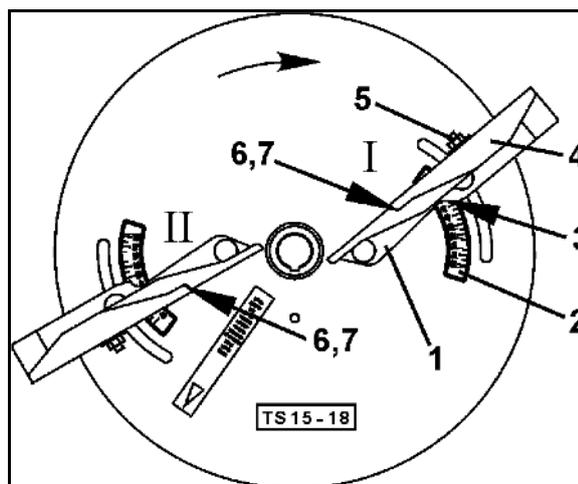

図 80
の設定は、テレスコープ型偏向板 (図 80/1) により、散布する肥料の種類と、圃場の縁からトラクターの最初の轍の間の距離に応じ、散布表の指示に基づいて行います。
1. 散布ディスクにあるテレスコープ型偏向板 (図 80/1) は、各蝶ナットを取り外した後、目盛り (図 80/2) の範囲で回転させます。読み取りエッジ (図 80/3) の数値を読み取り、蝶ナットを再び締め付けます。
2. 偏向板の外側部品 (図 80/4) は、ナット (図 80/5) を外した後に目盛り (図 80/6) でより大きな値の文字に設定してください。目盛りの読み取りエッジ (図 80/7) において、偏向板外側部品の各位置を読み取ります。